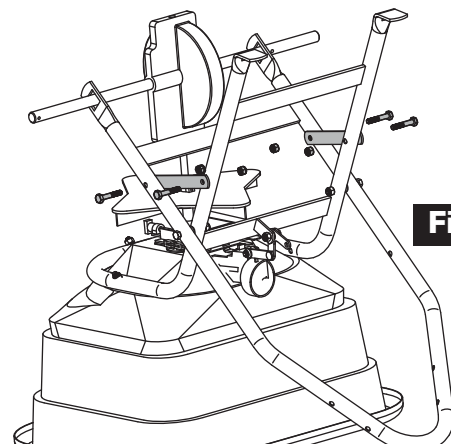

Figure 3
3. Alignez les croisillons avec les supports de l'essieu et de la trémie, comme illustré dans la figure 3. À l'aide de (4) boulons de 38,1 mm (1-1/2 po) et de contre-écrous en nylon, assemblez les deux croisillons. Serrez fermement les boulons.